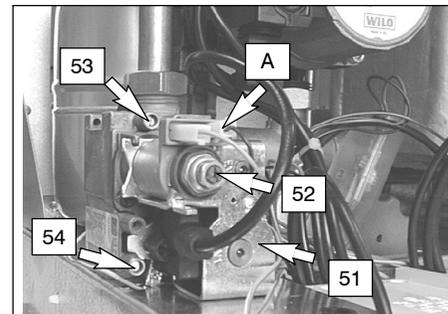

fig. 7.2
14 **Chiudere la presa di pressione 53** in fig. 7.2
- 4 Aprire la presa di pressione 53 in fig. 7.2 e collegare un manometro.
Dopo ogni misurazione delle pressioni gas, **richiudere bene** le prese di pressione utilizzate (54 e 53 in fig. 7.2). Dopo ogni operazione di regolazione gas **gli organi di regolazione della valvola devono essere sigillati**.
- 2 A caldaia spenta (fuori servizio), controllare la pressione di alimentazione utilizzando la presa 54 in fig. 7.2 e confrontare il valore letto con quelli riportati nella tabella **Pressioni di alimentazione gas** a pag. 15, 17
- 9 Confrontare il valore di pressione misurato con quello indicato in tab. 7.1 e tab. 7.2. Per tarare la pressione al bruciatore agire sul dado in ottone dell'operatore modulante 52 in fig. 7.2
- 10 Sconnettere il filo di alimentazione "A" dell'operatore modulante 52. Fare attenzione che non vada a toccare le parti metalliche della caldaia fig. 7.2
- 11 Confrontare il valore di pressione misurato con quello indicato in tab. 7.3 e tab. 7.4. Per tarare la pressione al bruciatore agire sulla vite in plastica tenendo fermo il dado in ottone dell'operatore modulante 52 in fig. 7.2
- 12 Collegare il filo di alimentazione "A" dell'operatore modulante fig. 7.2